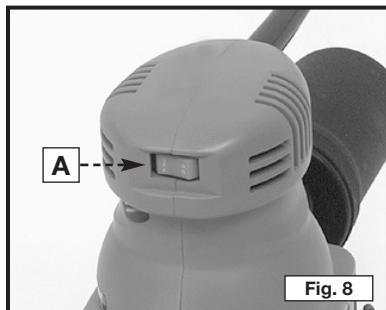

Fig. 8
3. El botón del interruptor (A), Fig. 8, tiene las indicaciones "ON" (encendido) y "OFF" (apagado). Oprima el extremo "ON" del botón del interruptor para poner en marcha el motor. Oprima el extremo "OFF" del botón del interruptor para detener el motor.